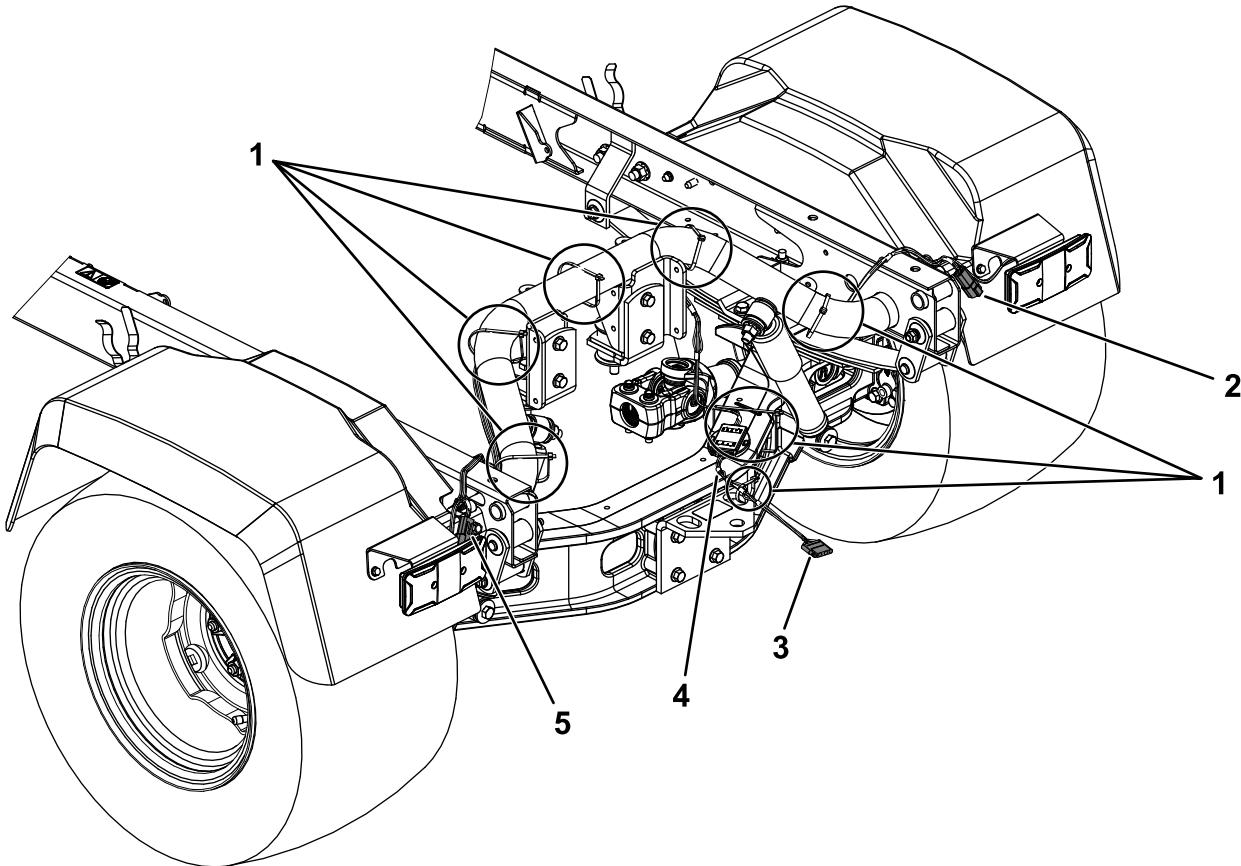

Рисунок 3
2. Разделите две части жгута, проложив каждую из них вдоль нижней стороны задней трубы рамы к отверстиям в боковых ограждениях рамы, как показано на Рисунок 3.
6. С помощью 7 кабельных стяжек закрепите жгут проводов световых сигналов прицепа на задней трубе в местах, показанных на Рисунок 3.